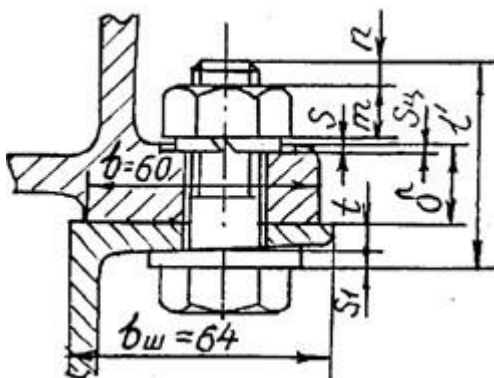

Рис.62
9. По ширине лапы редуктора $B = 60 \text{ мм}$ для рамы выбираем швеллер 16 (из условия $b_{\text{ш}} = 64 \text{ мм} \geq B = 60 \text{ мм}$ – рис.62). Длина болта $l' = S_1 + t + \delta - S_{\text{ц}} + S + m + n$, где $S_1 = 5,7 \text{ мм}$ – средняя толщина косой шайбы 16; $t = 8,4 \text{ мм}$ – средняя толщина полки швеллера 16; $\delta = 18 \text{ мм}$ – толщина лапы редуктора; $S_{\text{ц}} = 1 \dots 2 \text{ мм}$ – глубина цековки; $S = 3,5 \text{ мм}$ – толщина пружинной шайбы 16; $m = 13 \text{ мм}$ – высота гайки М16;